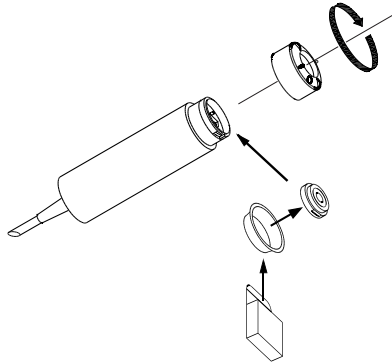

Fig. 5 : Mise en place de l'élément de sonde DO 1
- ▶ Insérez l'élément de sonde dans le transmetteur comme indiqué en fig. 5 (insérez les deux tenons de la face inférieure de l'élément de sonde dans les trous correspondants du transmetteur).